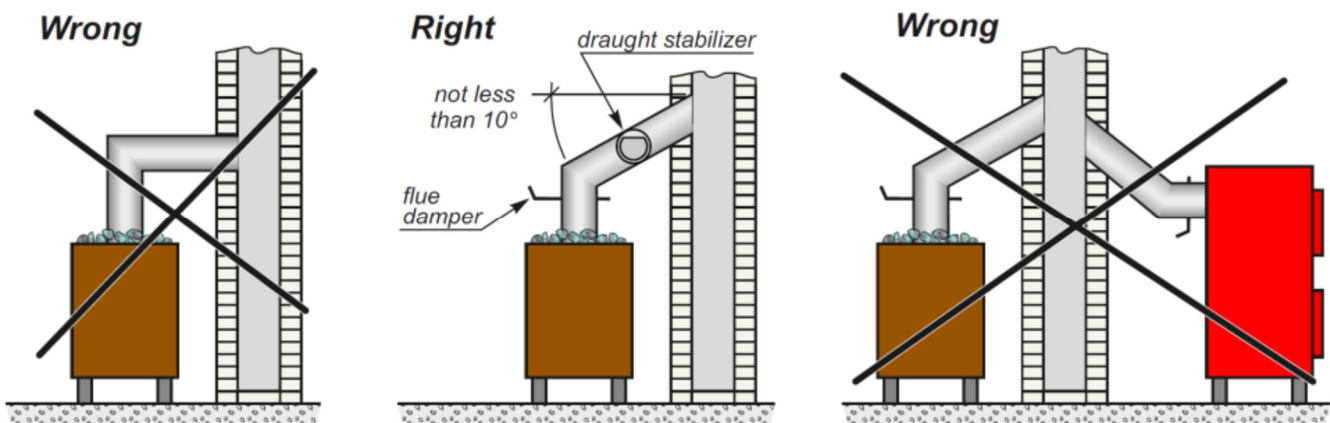

Bild 10 - Anschluss des Ofens an den Schornstein
- Beispiele für die Schornsteinkonstruktion und den Anschluss des Ofens an den Schornstein sind in Bild 10 dargestellt.